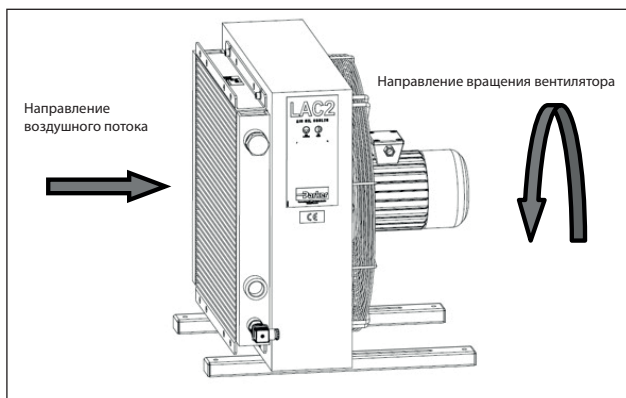

Рис. 24
6. Во время работы проверяйте, чтобы при включении вентилятора направление вращения и поток воздуха соответствовали указанным на схеме Рис. 24.